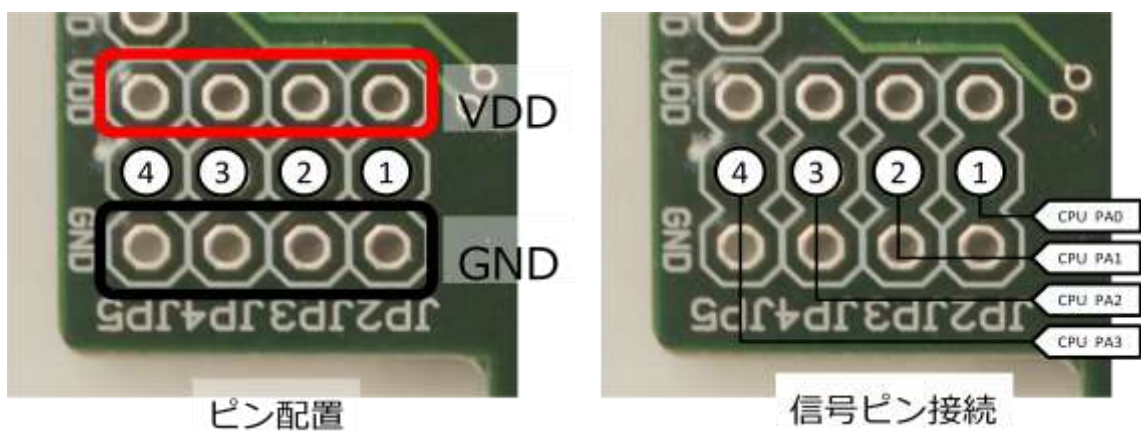

図 7 GPIO/ADC 拡張端子 接続図
ユーザプログラム側から操作可能な拡張端子です。3 ピン 1 セットになっており、端子のアサインは図 7 に示す通りです。 信号ピン①②③④はソフトウェアでデジタル入力端子、デジタル出力端子、アナログ入力端子にそれぞれ変更可能です。